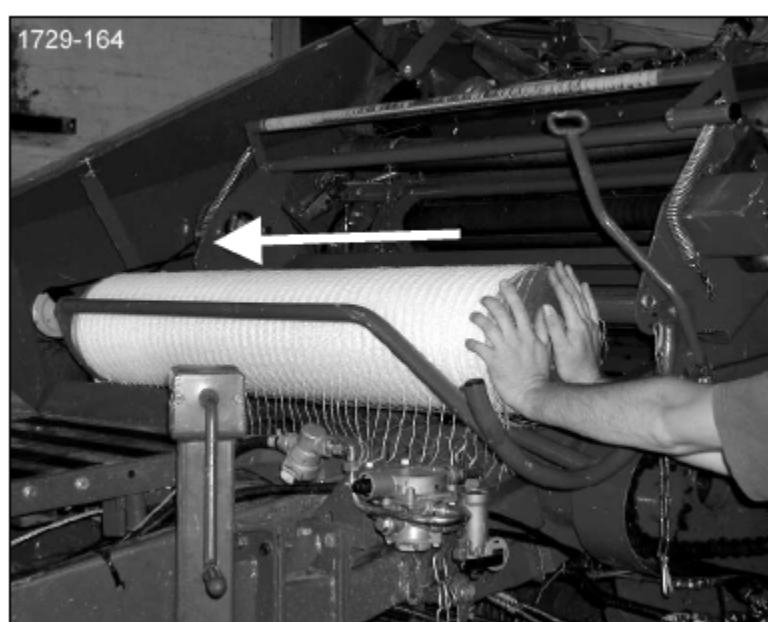

Рисунок 41
- o (Рис. 41) Вставьте рулон сетки до упора в наклоняемую пластину вспомогательный держатель сетки.
(Рис. 41) Вставьте рулон вспомогательной сетки в держатель вспомогательной сетки.